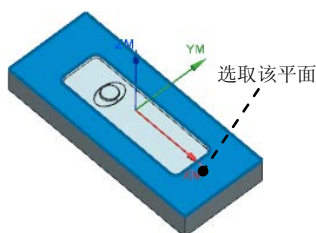

图 7.20 指定切削区域
Step2. 选取图 7.20 所示的面为切削区域 (共 1 个面), 在“切削区域”对话框中单击 **确定** 按钮, 完成切削区域的创建, 同时系统返回到“底面壁”对话框。